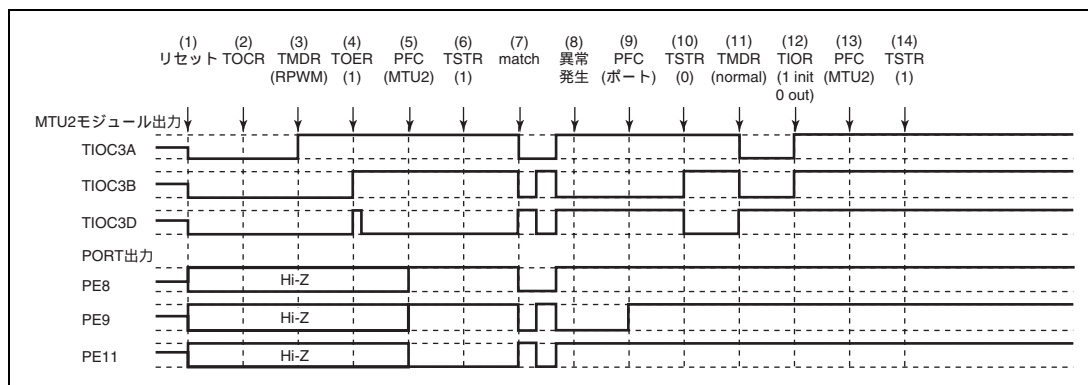

図 11.166 リセット同期 PWM モードで異常が発生し、ノーマルモードで復帰する場合
(1) ~ (10) は図 11.166 と共通です。
(11) PWM モード 1 を設定してください (MTU2 出力は正相側がローレベル、逆相側がハイレベルとなります)。
(12) TIOR で端子を初期化してください (PWM モード 1 では TIOC*B 側は初期化されません)。
(13) PFC で MTU2 出力としてください。
(14) TSTR で再スタートします。
(28) リセット同期 PWM モードで動作中に異常が発生し、相補 PWM モードで再スタートする場合の動作
- (1) ~ (10) は図 11.166 と共通です。
- (11) TOER でチャンネル 3、4 の出力を禁止してください。
- (12) TOCR で相補 PWM の出力レベルと周期出力の許可禁止を選択してください。
- (13) 相補 PWM を設定します (MTU2 の周期出力端子はローレベルになります)。
- (14) TOER でチャンネル 3、4 の出力を許可してください。
- (15) PFC で MTU2 出力としてください。
- (16) TSTR で再スタートします。
(29) リセット同期 PWM モードで動作中に異常が発生し、リセット同期 PWM モードで再スタートする場合の動作
- (11) PFC で MTU2 出力としてください。
- (12) TSTR で再スタートします。
- (13) コンペアマッチの発生によりリセット同期 PWM 波形を出力します。